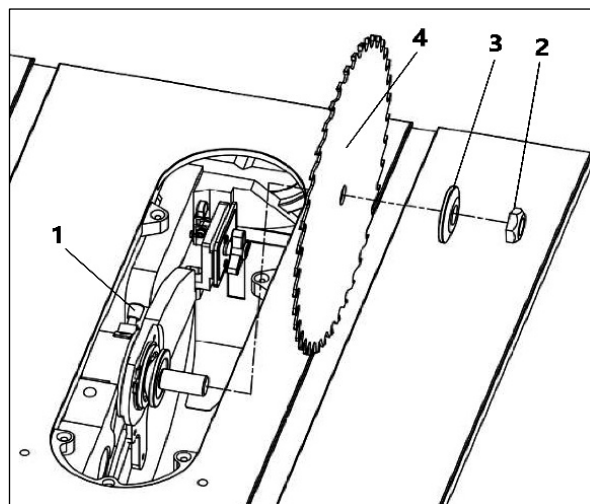

Рисунок 13.
- Нажмите на фиксатор 1 (рис. 13) и при помощи ключа снимите прижимную гайку 2 и фланец 3 со шпинделя, установите входящий в комплект поставки пильный диск 4 с проставочным кольцом, затем установите на место фланец и гайку. Убедитесь, что стрелки и зубья на диске обращены к передней части станка.